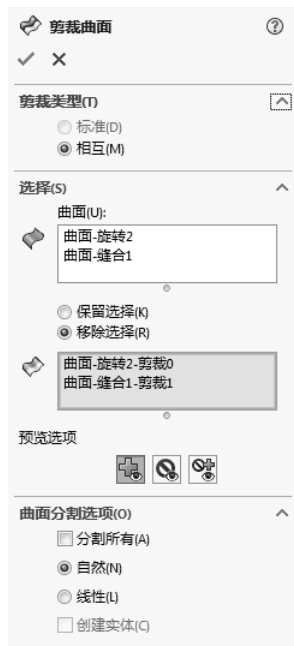

图 9-122 “剪裁曲面”属性管理器
16) 裁剪曲面。单击“曲面”控制面板中的 ✂ （剪裁曲面）按钮，系统弹出图 9-122 所示的“剪裁曲面”属性管理器。在属性管理器中选择“剪裁类型”为“相互”，在视图选择缝合后的曲面和旋转曲面为剪裁曲面，选择图 9-122 所示的面为保留曲面。单击属性管理器中的✓（确定）按钮，结果如图 9-123 所示。